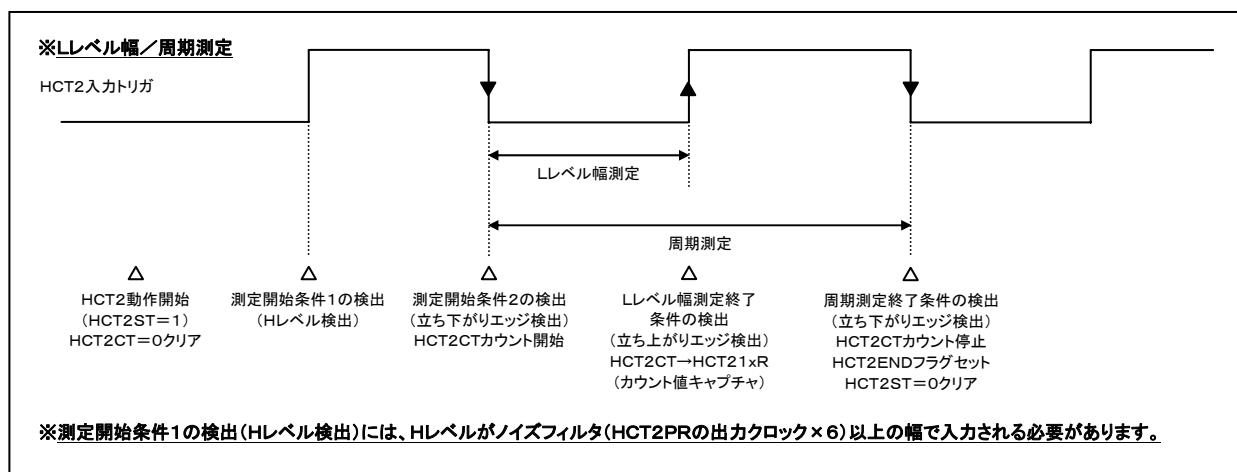

図 3-8-2 高速パルス幅／周期測定カウンタ2の動作波形例
① HCT2CTで測定されたLレベル幅のビット7～0が格納されるキャプチャレジスタです。
② このレジスタは、リードオンリーです。
③ HCT2ST=1の時、Lレベル幅測定終了条件を検出すると、HCT2CTの内容がこのレジスタにキャプチャされます。(詳細は「図3-8-2」を参照)
① HCT2CTで測定されたLレベル幅のビット15～8が格納されるキャプチャレジスタです。
① HCT2CTで測定されたLレベル幅のビット18～16が格納されるキャプチャレジスタです。
※ 詳細は「図3-8-2」を参照
※ HCT2ST=1を設定後、測定開始条件を検出すると測定動作を開始します。(詳細は「図3-8-2」を参照)
HCT2の測定終了条件を検出するとセットされます。(詳細は「図3-8-2」を参照)
- ① HCT2CTで測定されたLレベル幅のビット7～0が格納されるキャプチャレジスタです。
- ② このレジスタは、リードオンリーです。
- ③ HCT2ST=1の時、Lレベル幅測定終了条件を検出すると、HCT2CTの内容がこのレジスタにキャプチャされます。(詳細は「図3-8-2」を参照)
- ① HCT2CTで測定されたLレベル幅のビット15～8が格納されるキャプチャレジスタです。
- ① HCT2CTで測定されたLレベル幅のビット18～16が格納されるキャプチャレジスタです。
※詳細は「図3-8-2」を参照してください。